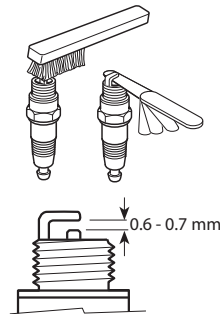

Fig. 22
- > Vérifier l'espacement de la bougie d'allumage; il devrait être entre 0,6 - 0,7 mm (Fig. 22).